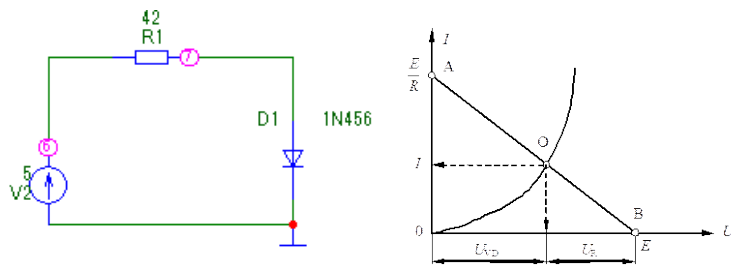

Рис.1.26
Например, **рабочей точкой** диода по постоянному току называется конкретное значение напряжения и тока на диоде, обеспечиваемое ограничительным резистором при питании цепи от источника напряжения. рис. 1.26.
3. Составление уравнений по второму закону Кирхгофа. Необходимо составить  $6-3=3$  уравнения. В схеме на рис. 1.26 выбираем контура I, II, III и для них записываем уравнения: